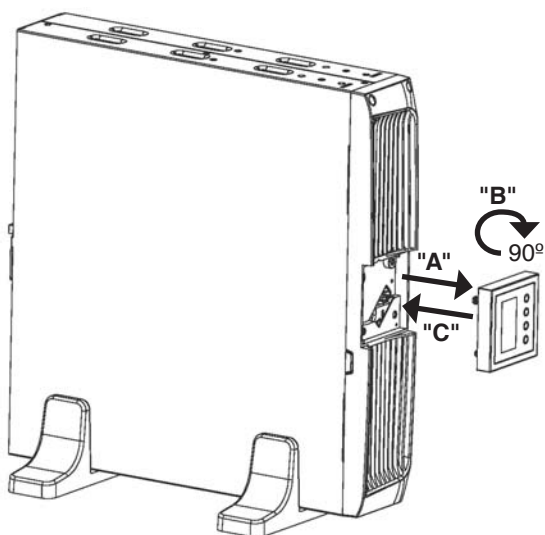

Fig. 5. Rotation du panneau de contrôle avec écran LCD sur l'enjoliveur en plastique du frontal.
- Dans les figure 5 à 10 on représente comme exemple le graphique d'un équipement de jusqu'à 3 kVA. Ces illustrations sont d'aide et d'orientation dans les pas à suivre et elles ne prétendent pas, dans aucun cas, particulariser les instructions par un seul modèle, car à la pratique les actions à réaliser sont pareilles pour tous les modèles jusqu'à 6 kVA.